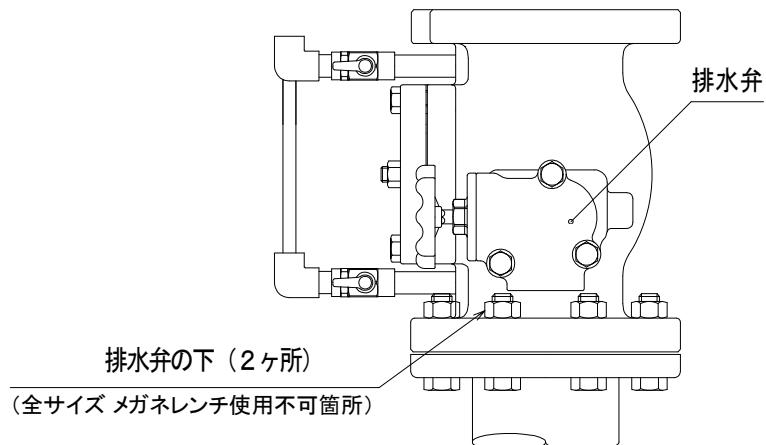

図7
②流水検知装置を組み付ける前に、現場配管内に異物がないことを確認してください。
③バルブ本体内部の梱包材を取り除き、異物がないことを確認してください。
(2) 据付
①取付用ボルト・ナット（M16）を準備してください。なお、ボルトの長さは排水弁や流水検知部などに干渉しない長さとしてください。（推奨ボルト：M16×L65六角ボルト）
②現場配管と流水検知装置を組み付けてください。なお、排水弁の下はスペースが狭いため、メガネレンチが使用できませんので、スパナレンチなどを使用してください。（図7参照）